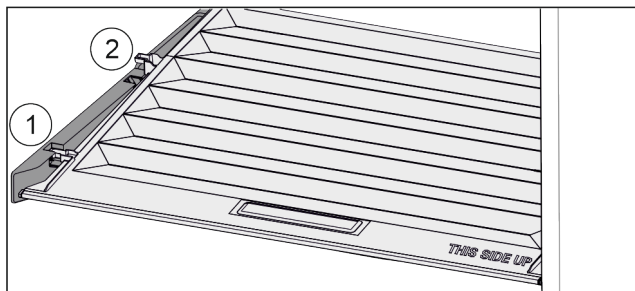

Fig. 83
- ▶ Потянуть крышку до отверстия в поддерживающих деталях вперед Fig. 83 (1).
- ▶ Поднять сзади снизу и извлечь Fig. 83 (2) движением вверх.